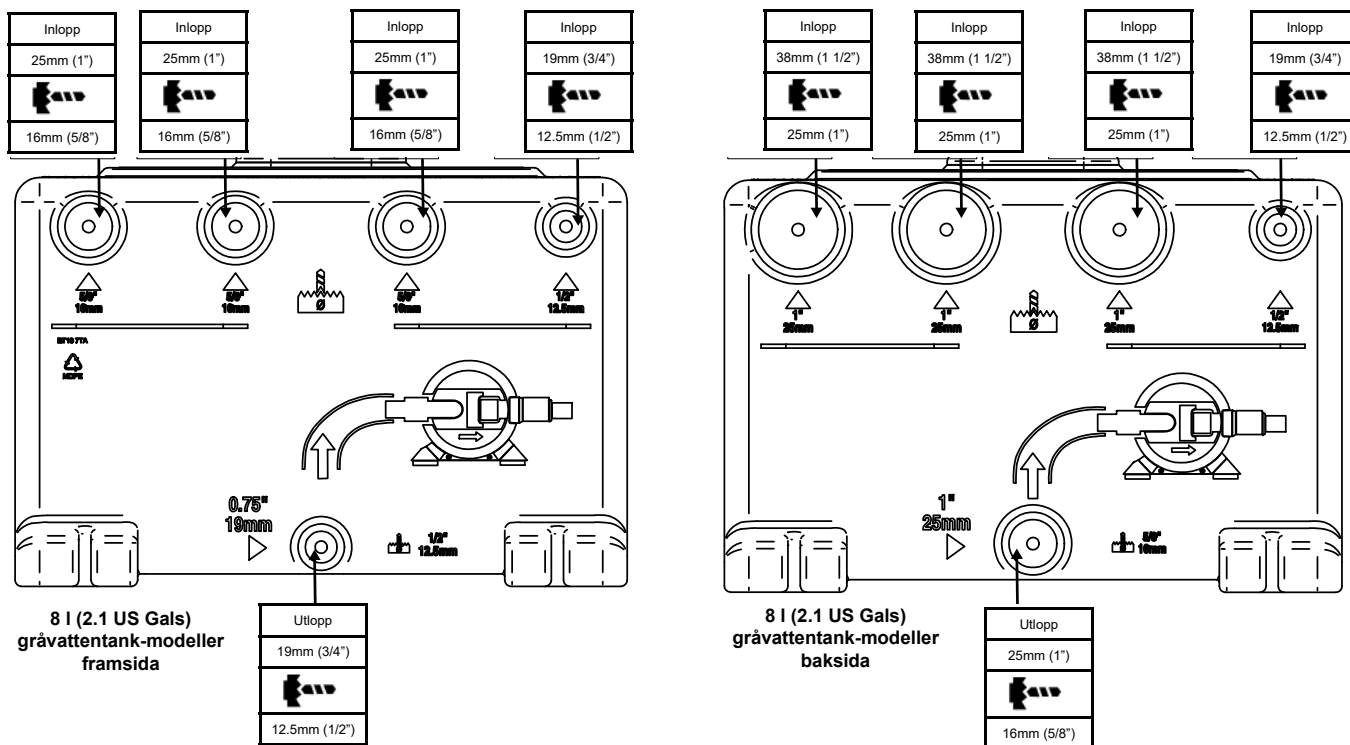
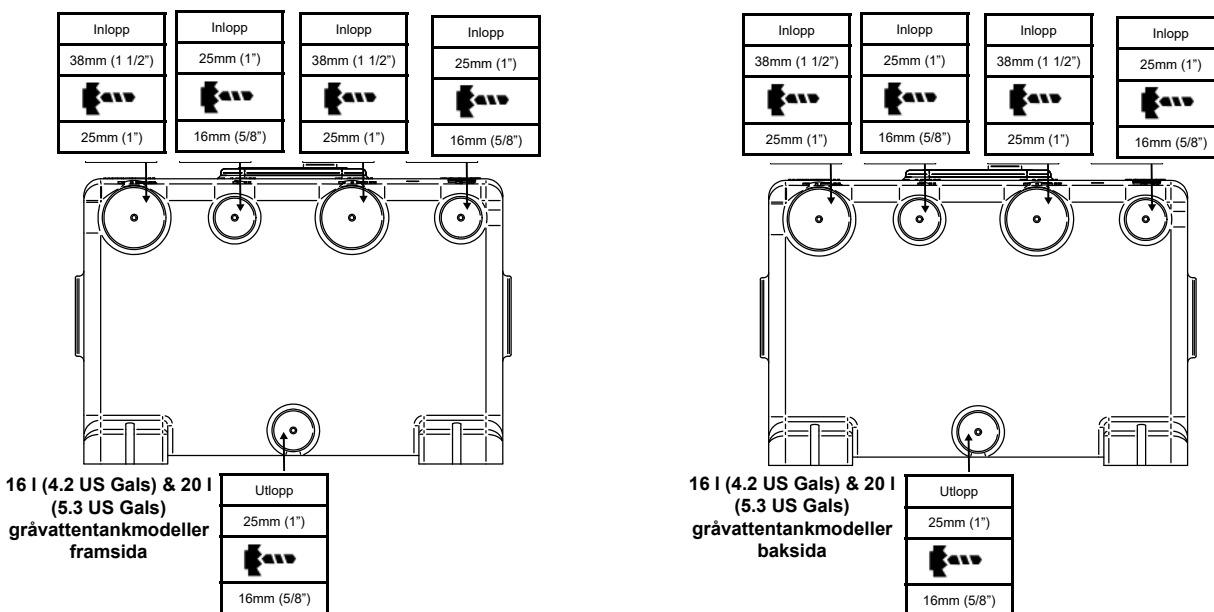

Fig. 3 Portdimensioner och rekommenderade borrhåtdiametrar för 8 l (2.1 US Gals) grävattentankmodeller
Fig. 4 Portdimensioner och rekommenderade borrhåtdiametrar för 16 l (4.2 US gals) och 20 l (5.3 US gals) tankmodeller
- Fig. 3 Portdimensioner och rekommenderade borrhåldiameter för 8 l (2.1 US gals) modeller av grävattentank
- Fig. 4 Portdimensioner och rekommenderade borrhåldiameter för 16 l (4.2 US gals) och 20 l (5.3 US gals) modeller av grävattentank
**Step 1:** Borra endast de portar som skall användas i installationen. Portdimensioner och rekommenderade borrhåtdiametrar framgår av fig. 3 för 8 l (2.1 US Gals) tankmodeller, och fig. 4 för 16 l (4.2 US Gals) och 20 l (5.3 US Gals) tankmodeller. Se till att allt spån avlägsnas från insidan av tanken efter borrar.